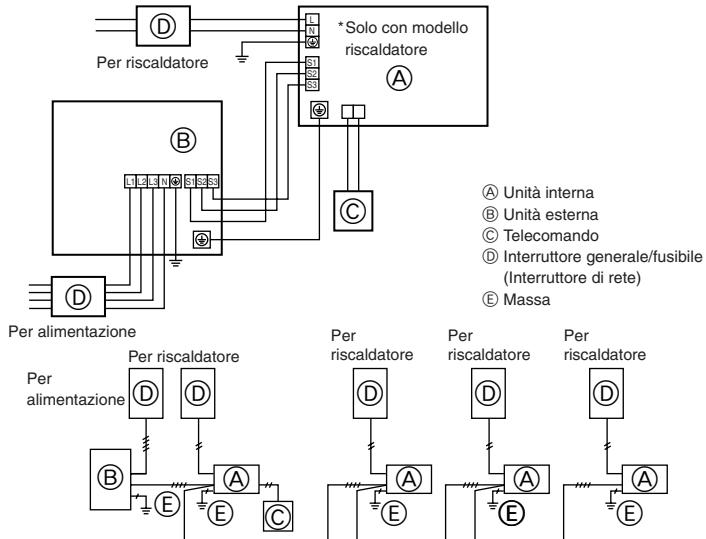
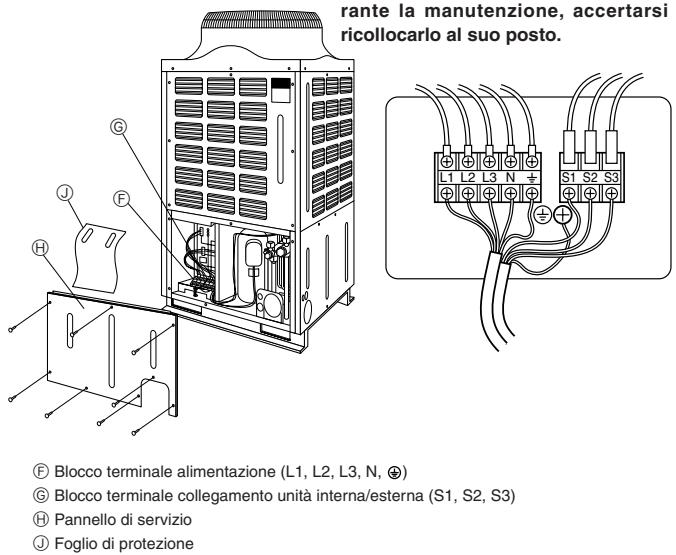

Fig. 7-1
Fig. 7-2
7.1. Unità esterna (Fig. 7-1, Fig. 7-2)
(1) Rimuovere il pannello di servizio.
(2) Posizionare i cavi secondo la Fig. 7-1 e la Fig. 7-2.